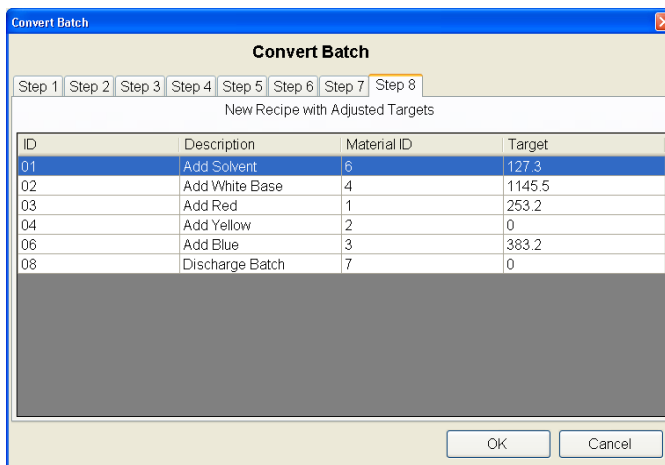

Figura 12-21: Receta con valores objetivo reescalados
8. La siguiente pantalla (Figura 12-21) mostrará los valores reescalados en la receta.